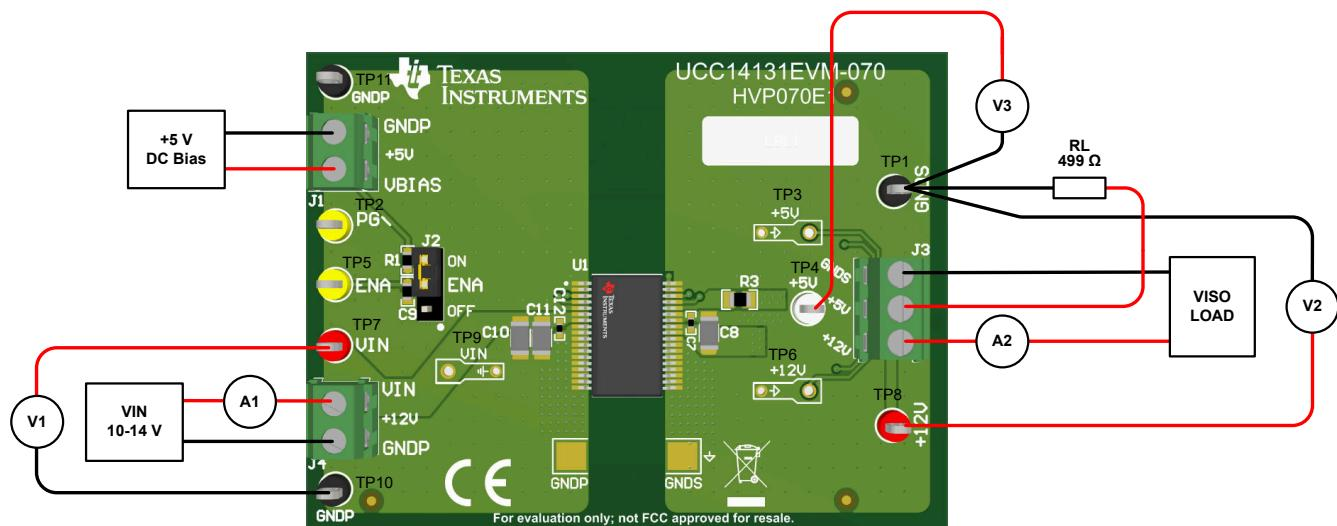
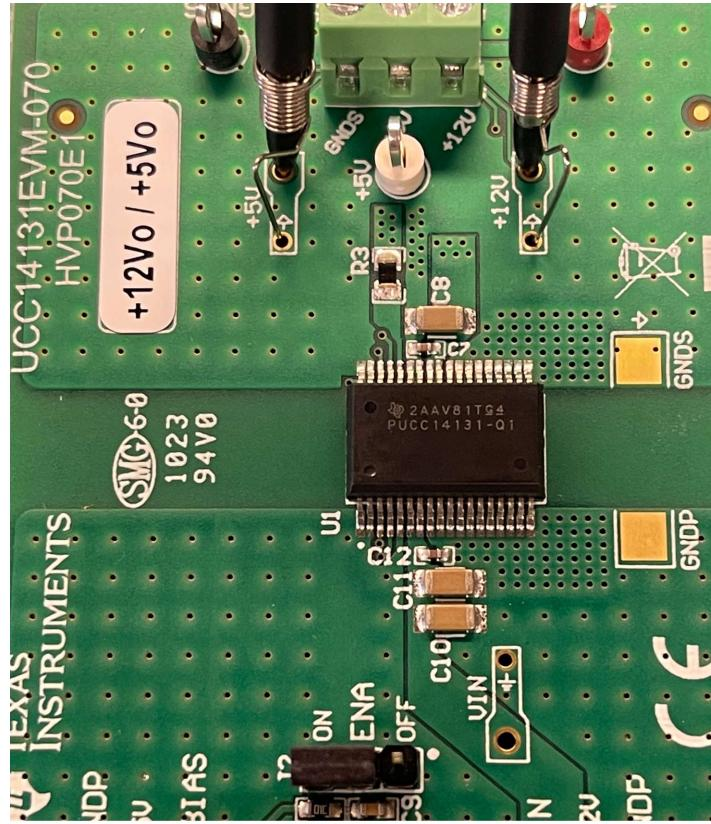

图 4-1. 典型效率测量设置
图 4-2. UCC14131EVM-070 , PCB 示波器探头测试点
UCC14131EVM-070 EVM 利用螺丝接线端子快速连接至 VIN、VDD、[+5V] 和 VEE (请参阅表 4-1)。连接适当的电流表和电压表，如图 4-1 所示，以便可以进行准确的 EVM 效率测量。
4. 在 J3:1 (VDD) 和 J3:3 (VEE) 之间连接一个可变负载。如果使用电子负载，则设置为恒定电流 (CC) 68 mA。在 EVM 通电之前，将负载保持为禁用状态。
5. 在 J3:2 ([+5V]) 和 J3:3 (VEE) 之间连接第二个负载。如果使用电子负载，则设置为恒定电流 (CC) 10mA。在 EVM 通电之前，将负载保持为禁用状态。由于所需的负载较小，因此可以在 J3:2-3 之间连接一个 250mW、400Ω 的穿孔负载电阻器。
6. 当设置在低 mA 范围内时，某些电子负载无法调节/稳定 CC。通过插入电流表 A1-A3 来监测输入电流和负载电流，如图 4-1 所示。将电流探头与示波器结合使用，以验证由电子负载调节的直流电流的稳定性。
表 4-1 描述了各种 EVM 测试点，便于将示波器探头、DVM 测试引线和电线连接至图 4-1 中所示的实验室测试设备。注意保持初级侧 GNDP 和次级侧 VEE (= GNDS) 之间的隔离。不能使初级侧测试点通过不正确的测试设备插入来以 VEE 为基准。同样，也不能使次级侧测试点通过不正确的测试设备插入来以 GNDP 为基准。
请参阅图 4-1 以找到 TP1、TP2 等测试点在电路板上的位置。
UCC14131-Q1 使用 TP3 ([+5V])、TP6 ([+12V]) 和 TP9 (VIN) 示波器探头 PCB 测试点（参见图 4-1 和图 4-2），它是一款高频直流/直流模块，需要仔细测量才能准确捕获瞬态事件和测量高频交流纹波电压。从示波器探头上拆下尖顶帽（探头尖端盖）和接地引线。如果未提供示波器探头接地弹簧，请将一根 22AWG 裸线缠绕在示波器探头接地环上，或者使用合适的接地弹簧，然后将探头尖端和接地环插入 EVM，如图 4-2 所示。
EVM 输出命名规则 (VDD, VEE) 与提到隔离式栅极驱动器 IC 时通常使用的术语，即此评估板的 [+12V] 和 GNDS 相对应。如图 4-2 所示，[+5V](TP4) 是 [+5V] 输出（请参考表 4-1）。当使用 UCC14131-Q1 对栅极驱动器 IC 进行偏置时， [+12V] ( VDD 至 VEE ) 和 [+5V] ( 电容器中间至 VEE ) 以 VEE (= GNDS) 为基准。在将 EVM 作为独立偏置电源进行测试时，次级侧输出的示波器探测限制为 [+5V](TP3) 和 [+12V](TP6)，它们以 VEE 或 GNDS 为基准。
VDD、VEE 和 [+5V] 等，请参阅表 4-1 和图 4-1。